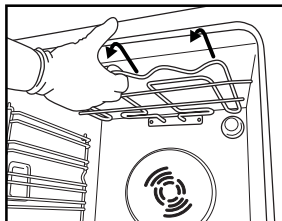
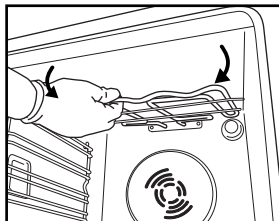

Fig. 2
Fig. 3
2. Trekk elementet litt ut (Fig. 2) og senk det (Fig. 3).